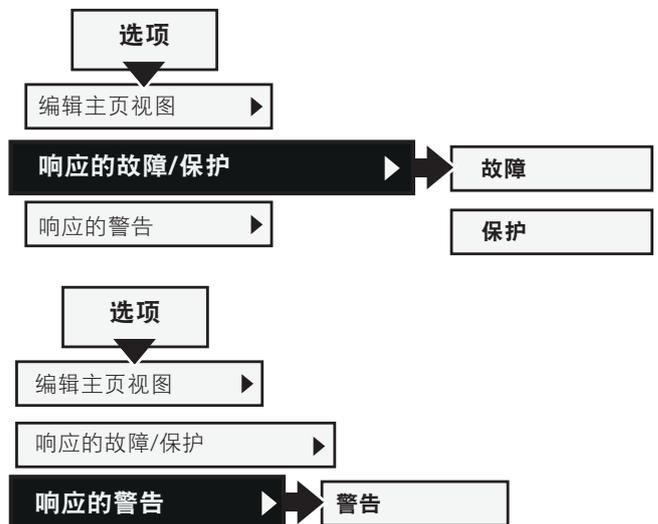

图 6.15
见图 6.15 中的 ③。
信号最大值显示为 - 选择要显示在主页视图中的最大标度值。使用导航键更改值，然后按  “保存”以保存值。见图 6.15 中的 ③。
显示单位 - 键入要显示在主页视图中的单位。您可以键入最多包含 10 个字符的单位。使用导航键更改字符。按  “保存”以保存主页视图的单位名称。见图 6.15 中的 ④。
要进行导航，请参见图 6.15。